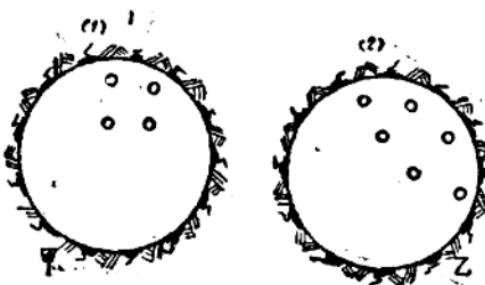

图 8
(9)布置炮眼时避免四方形布置法(图8, 1),这样易出大块,应该按三角形布置(图8, 2)。